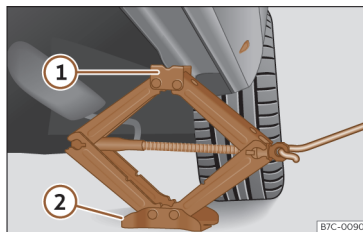

Fig. 212 Bas de caisse : emplacement du cric du véhicule.
- Tournez la manivelle du cric, placé sous le point d'appui du bas de caisse, pour le lever jusqu'à ce que l'ergot ① >>> **fig. 212** se trouve sous le logement prévu à cet effet.
- Alignez le cric de sorte que l'ergot ① « s'encastre » dans le logement prévu à cet effet sur le bas de caisse et que la plaque de base mobile ② repose sur le sol. La plaque de base ② doit se situer à la verticale du point d'appui ①.